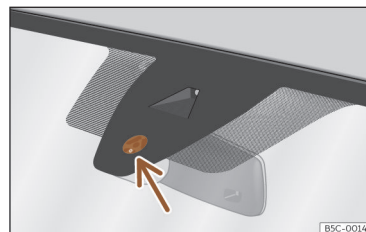

Fig. 83 Superficie sensible del sensor de lluvia.
Las posibles causas de anomalías e interpretaciones erróneas en la zona de la superficie sensible >>> fig. 83 del sensor de lluvia son, entre otras:
- **Suciedad:** el polvo seco, la cera, el recubrimiento de los cristales (efecto loto) o los restos de detergente (túnel de lavado) pueden disminuir la efectividad del sensor de lluvia o hacer que reaccione más tarde, más despacio o que no funcione. Limpie regularmente la superficie sensible del sensor de lluvia >>> fig. 83 (flecha) y compruebe posibles daños en las escobillas.